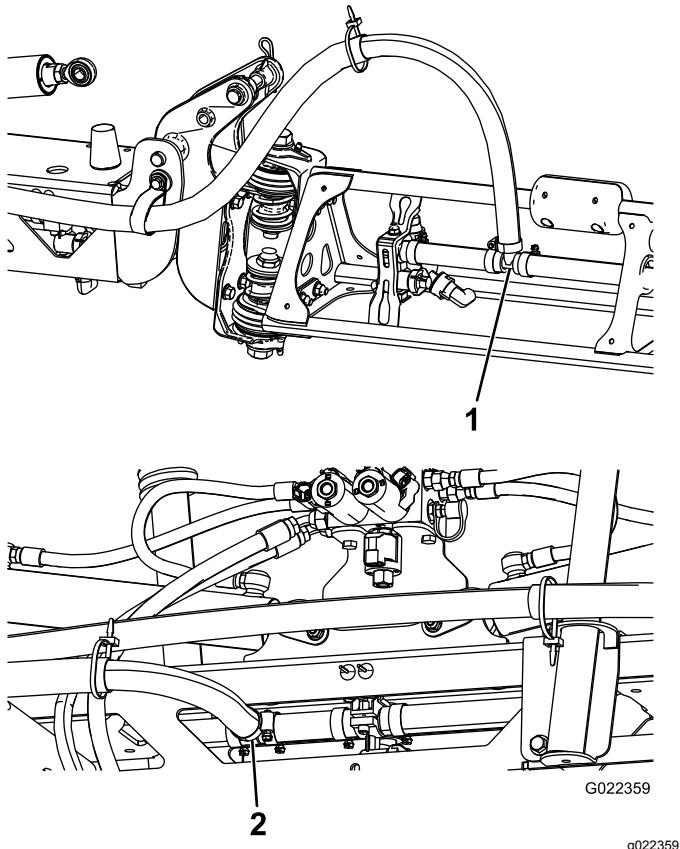

Figura 24
Nota: Cubra con jabón líquido la espiga dentada del acoplamiento en T de ambas extensiones de los brazos (Figura 24).
4. Cubra con jabón líquido la espiga dentada del acoplamiento en T del brazo central (Figura 24).
5. Enrute la manguera del brazo central según se muestra en Figura 24.
6. Conecte la manguera de alimentación del brazo central a la espiga enjabonada y sujetela con una abrazadera (Figura 24).